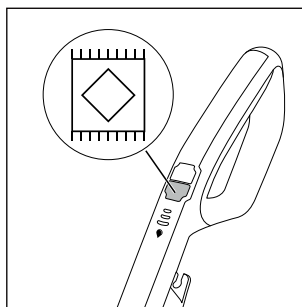

Fig. 17
- ◆ Pentru a porni aparatul apăsați comutatorul pentru mocheta  **15** (a se vedea fig. 17). LED-ul comutatorului pentru mocheta  **13** luminează albastru.
- ◆ Pentru a opri aparatul, apăsați din nou comutatorul pentru mocheta  **13** (a se vedea fig. 17).